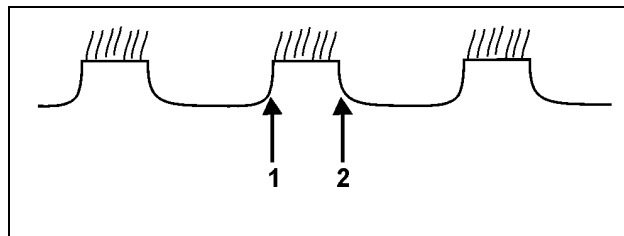

Fig. 32
- Främre tallriksraden ska förskjutas åt höger och kontrolleras på nytt (Fig. 32):